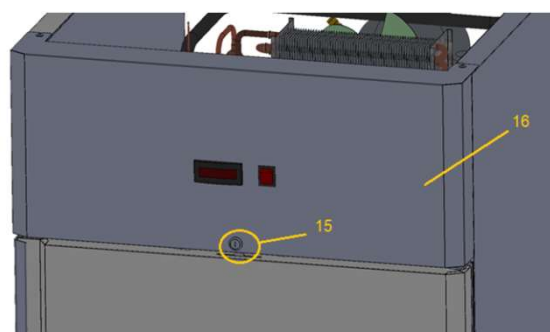

Рис. 16
14. Открыть замок (15) на фронтальной панели (16) ключом (8) – рис. 16.